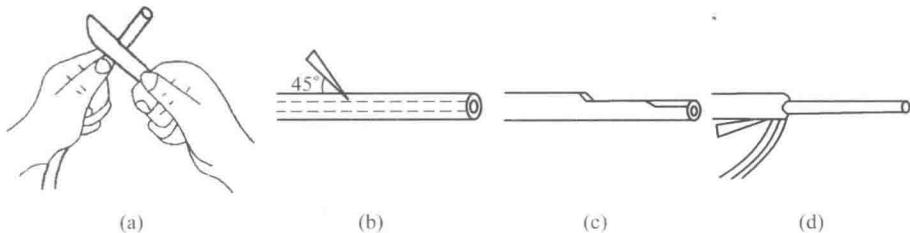

图 1-10 电工刀剖削塑料硬线绝缘层
① 根据所需线头长度用电工刀以约  $45^\circ$  角倾斜切入塑料绝缘层,注意用力适度,避免损伤芯线。
② 然后使刀面与芯线保持  $25^\circ$  角左右,用力向线端推削,在此过程中应避免电工刀切入芯线,只削去上面一层塑料绝缘。
③ 最后将塑料绝缘层向后翻起,用电工刀齐根切去。操作过程,如图 1-10 所示。
(3) 塑料护套线绝缘层的剖削必须用电工刀来完成,剖削方法和步骤如下:
(5) 花线绝缘层的剖削方法和步骤如下:
① 首先根据所需剖削长度,用电工刀在导线外表织物保护层割切一圈,并将其剥离。
② 距织物保护层  $10\text{mm}$  处,用钢丝钳刀口切割橡皮绝缘层。注意不能损伤芯线,拉下橡皮绝缘层,方法与图 1-10 类同。